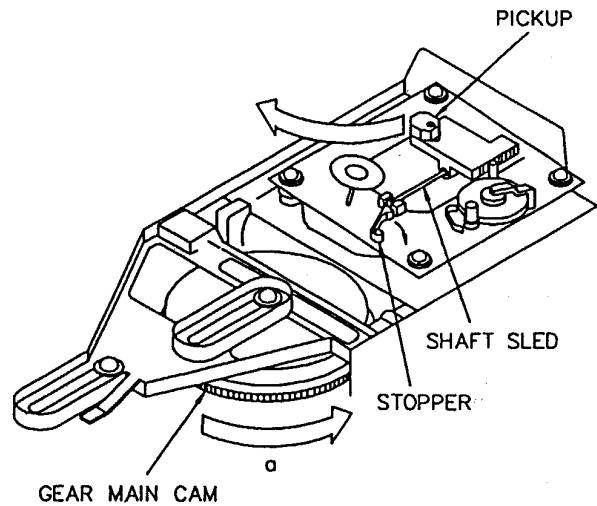

Figure 1
- 2) GEAR MAIN CAMを反時計方向（“a”の方向）に回し、figure 1のようにCDメカを持ち上げる。
- 5) CDメカをfigure 1のように上げて、SHAFT SLEDを取り付ける。
- 2) Turn GEAR MAIN CAM to the counterclockwise (arrow "a") direction, and lift up CD mechanism. (figure 1)
- 5) Lift up CD mechanism (figure 1), and Reassemble the SHAFT SLED.